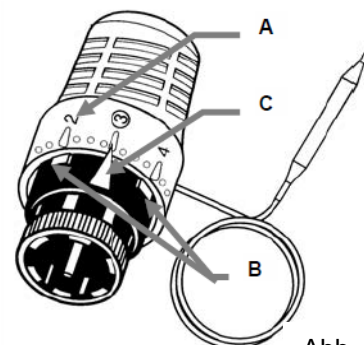

Abb. 7
Die Vorlauftemperatur kann stufenlos zwischen 20 und 70 °C eingestellt werden. Das Einstell-Handrad des Thermostatkopfs ist mit einer Skalierung 1 - 7 versehen (Abb. 7).
2. Ist dieser korrekt, dann jeweils eine der Arretierungen (Abb. 7; B) direkt vor und hinter dem Markierungspfeil (Abb. 7; C) platzieren.